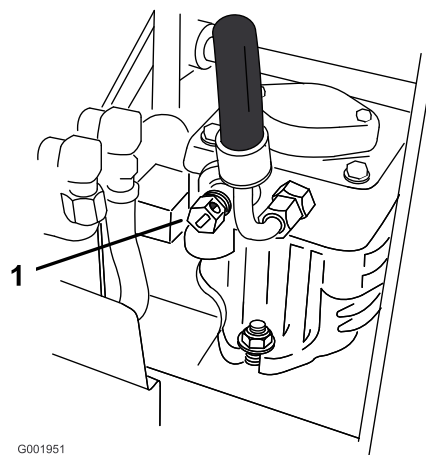

図 25
2. バイパスバルブを2個とも、左に1-2回転させて開く。これにより油圧ポンプがバイパスされ、車輪が自由に回るようになります (図 25)。